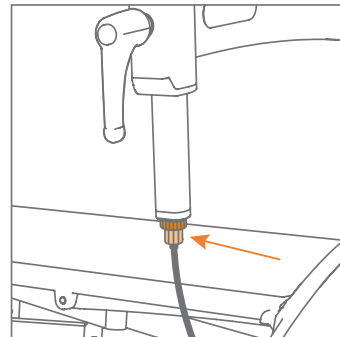

Figura 71: Regolazione del freno tramite la vite di regolazione, appena sotto l'anello di bloccaggio.
- b. Per prima cosa allentare l'anello di bloccaggio (tirare il cavo verso il basso per renderlo più facile). Questo dà lo spazio per stringere o allentare la vite di regolazione sotto di essa (**Figura 71**).